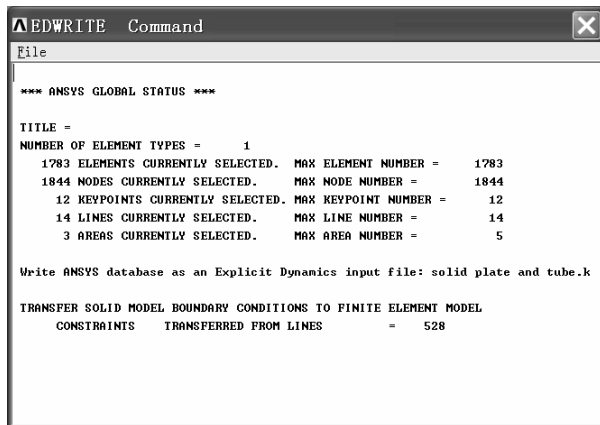
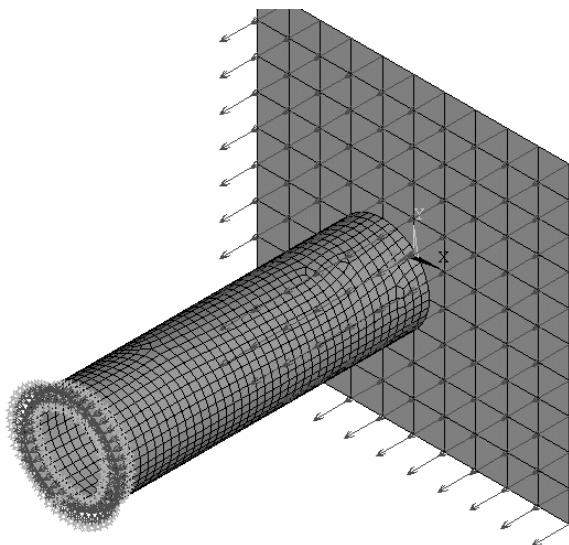

图 5-54 “EDWRITE Command” 窗口
图 5-55 边界条件与载荷
(4) 单击“Input files to be Written for LS-DYNA”窗口中的“OK”按钮，弹出“EDWRITE Command”窗口（见图 5-54）。
(5) 单击“EDWRITE Command”窗口右上角的叉号关闭该窗口。
(6) 图形窗口中的模型上显示出边界条件与载荷（见图 5-55）。